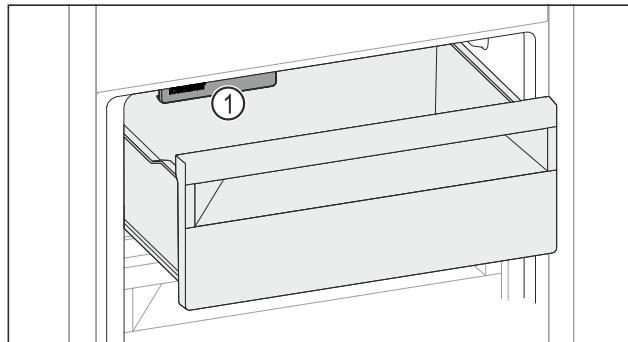

Fig. 140
- Prihliadajte na IceMaker Fig. 140 (1).